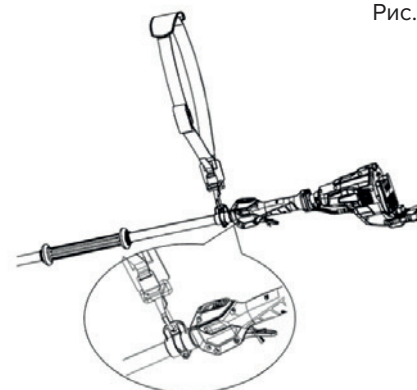

Рис. 5
1. Подсоедините крюк плечевого ремня к креплению плечевого ремня на изделии (рис. 5).